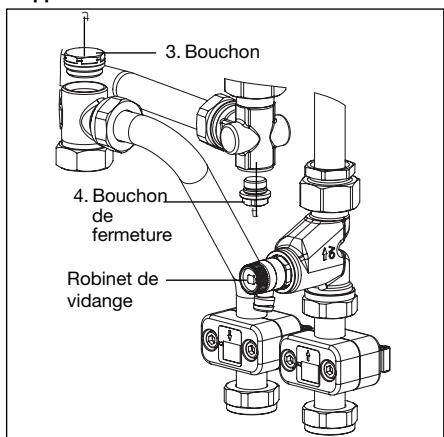

Fig. 6.9 Démontage des composants 1341271/1341274
2. Vidanger la station d'appartement «Regudis W» complète (par ex. à l'aide du robinet de vidange fig. 6.9).